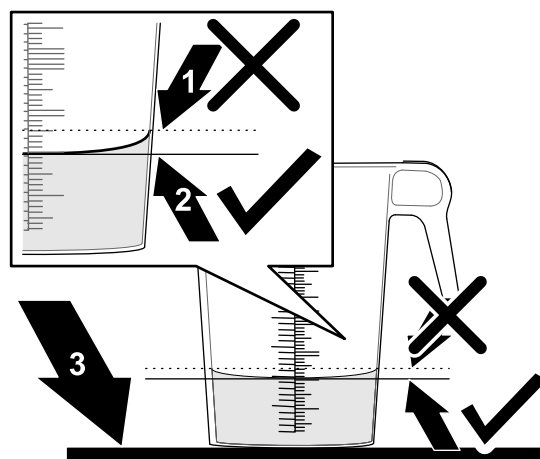

Figure 38
6. Placez le récipient gradué sur une surface plane et horizontale, et notez le volume de liquide (Figure 38).